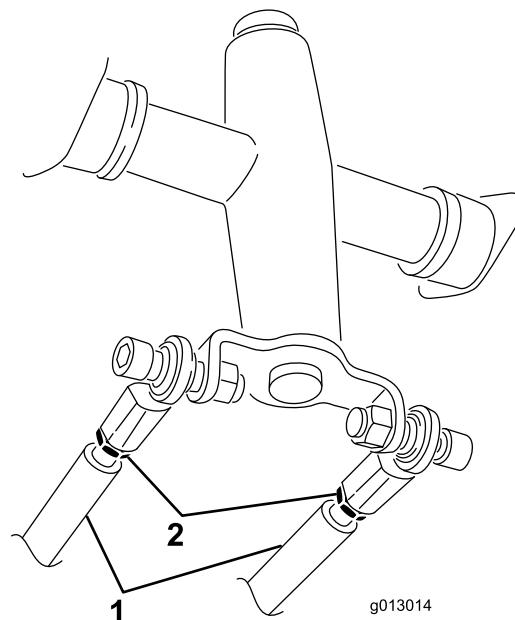

Figura 56
3. Desaperte as porcas de bloqueio nas barras de tração, debaixo do painel de controlo (Figura 56).